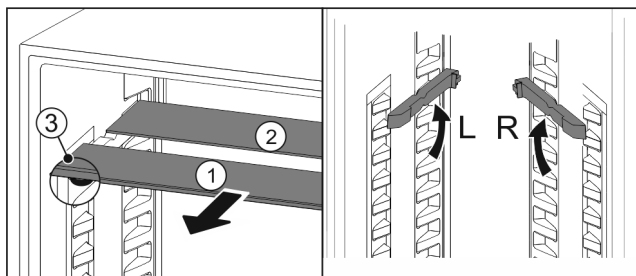

Fig. 76
- ▶ Tõmmake Fig. 76 (1) klaasplaadid üksikult ettepoole välja.
- ▷ Ilulüüsi klaasplaat Fig. 76 (1) asub ees.
- ▷ Pidurid Fig. 76 (3) on suunatud allapoole.